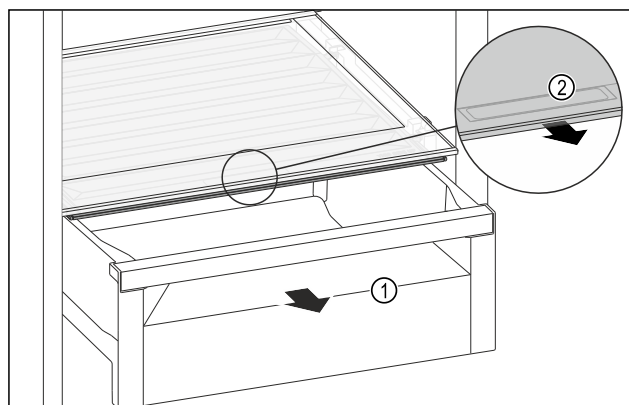

Fig. 123
- ▶ Schubfach *Fig. 123 (1)* herausziehen.
- ▶ Griffmulde *Fig. 123 (2)* am Fachdeckel anfassen und Fachdeckel gleichzeitig nach vorne ziehen.